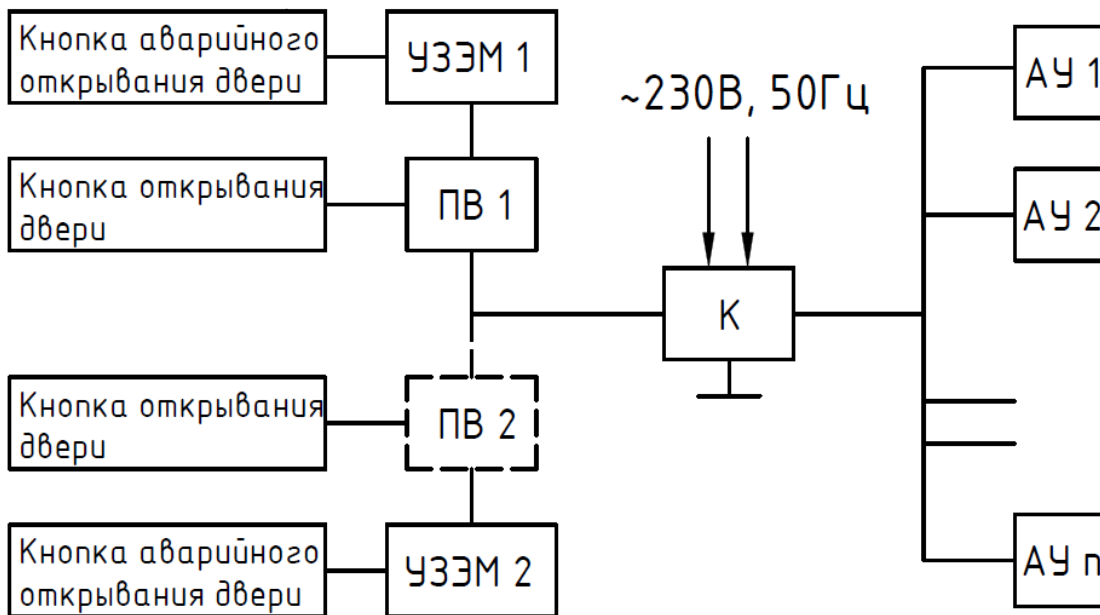

Рис. 1. Блок-схема устройства переговорного «ПИРРС-1000 Люкс ТМ»
4.1 СТРУКТУРНЫЙ СОСТАВ ИЗДЕЛИЯ приведен на рис. 1